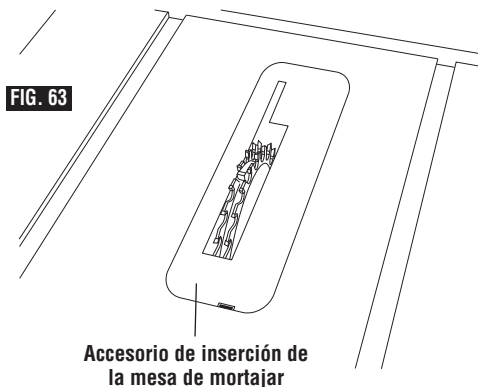

FIG. 63
7. Baje las hojas por debajo del tablero de la mesa e inserte el accesorio de inserción de la mesa de mortajar Bosch (SPTA70WT-DD) (Fig. 63). Suba los cortadores hasta la profundidad de corte deseada (por encima del accesorio de inserción). Asegúrese de que la herramienta no esté enchufada en una fuente de energía y luego gire cuidadosamente a mano los cortadores para asegurarse de que todos los componentes estén firmemente sujetos y que no haya interferencias.